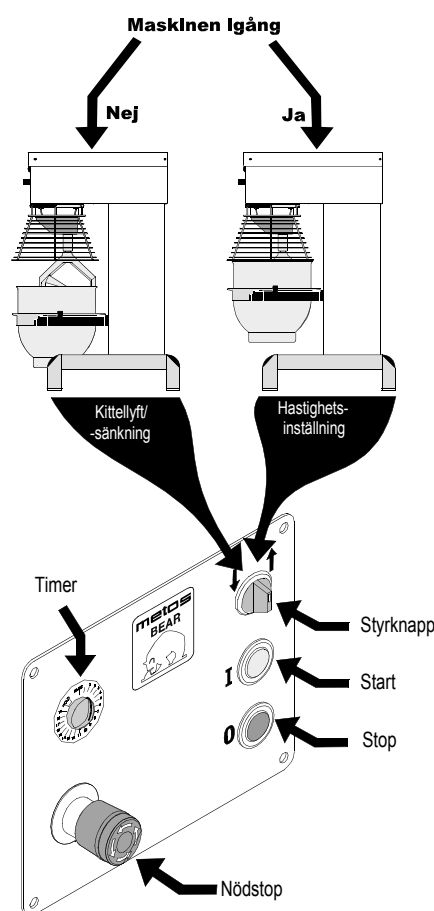

Bild 1
Med styrknappen på apparatens kontrollpanel (bild 1) kan man styra:
- E Vrid styrknappen medsols (pil uppåt) (bild 1) för att lyfta kitteln. Kitteln stoppar i övre läget.
- F Ställ timern på önskad tid eller på HOLD (bild 1).
- G Tryck på START-knappen (bild.1).
- H Ställ in önskad rotationshastighet med styrknappen (bild 1), hastigheten kan avläsas på indikatorn på mixerns sida (bild 2).
- Frigör nödstopp-knappen (bild 1) genom att vrida den motsols.